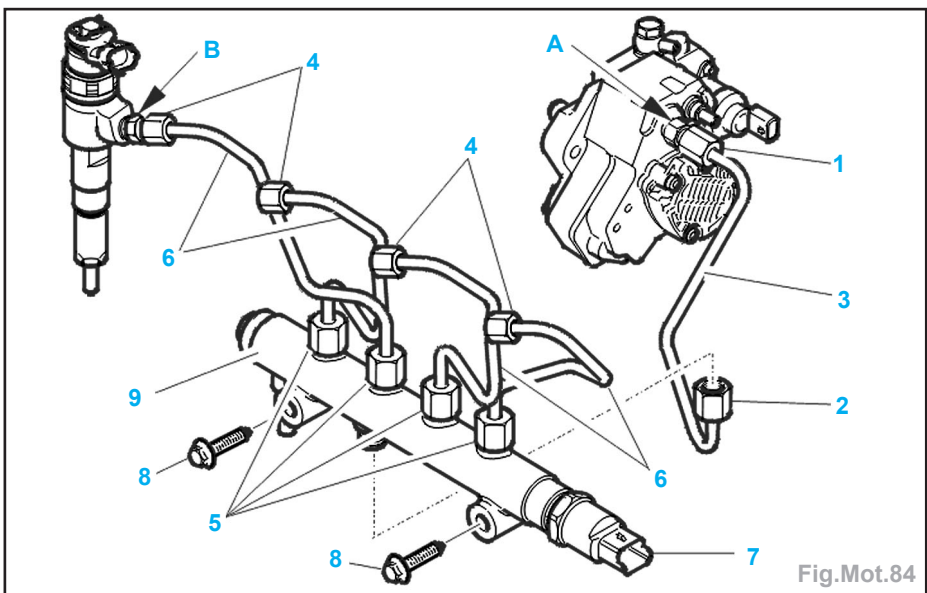

Fig.Mot.84
- Maintenir l'embout (A) (Fig.Mot.84).
- Desserrer le raccord de sortie de pompe (1).
- Desserrer le raccord d'entrée de rampe d'injection (2).
- Déposer le tuyau (3).
- Maintenir l'embout (B).
- les raccords (4) sur les injecteurs Diesel.
- les raccords (5).
- Déposer les tuyaux (6).